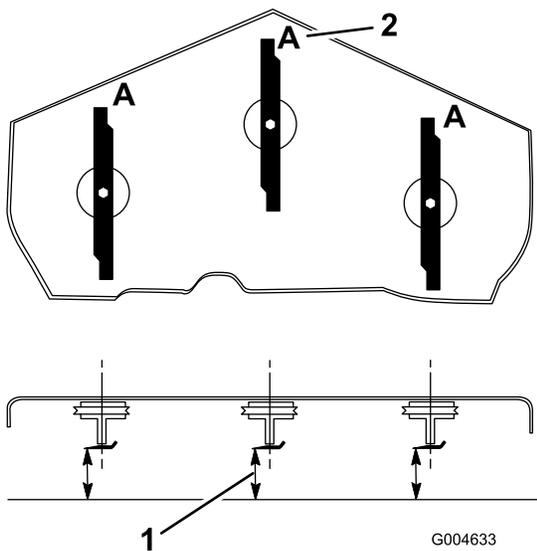

Bild 20
3. Drehen Sie die Schnittmesser, bis die Enden nach vorne und hinten gerichtet sind (Bild 20). Messen Sie von einer ebenen Fläche bis zu den Schnittkante (Position **A**) der Messer (Bild 20). Notieren Sie diesen Wert.